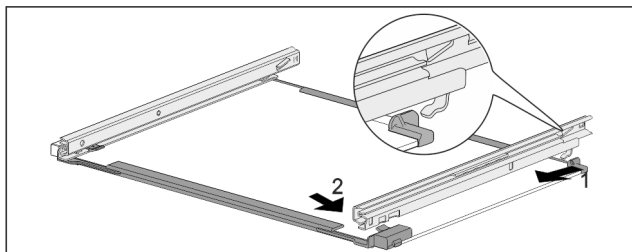

Fig. 206 Płyta szklana z szynami
- ▶ Zaczepić szynę z tyłu. Fig. 206 (1)
- ▶ Zazębić szynę z przodu. Fig. 206 (2)